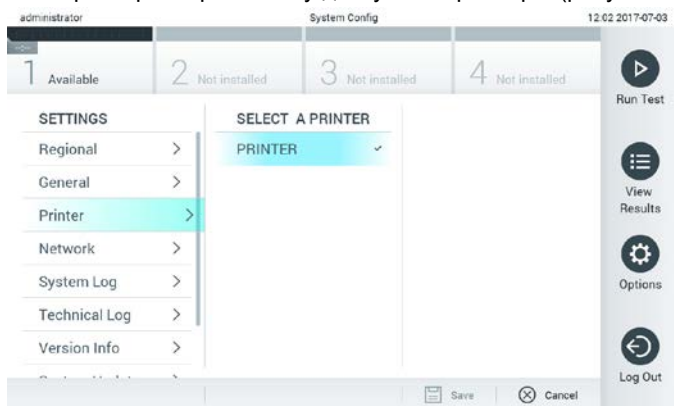

Рис. 65. Вибір системного принтера.
3. Виберіть принтер зі списку доступних принтерів (рисунок 65).